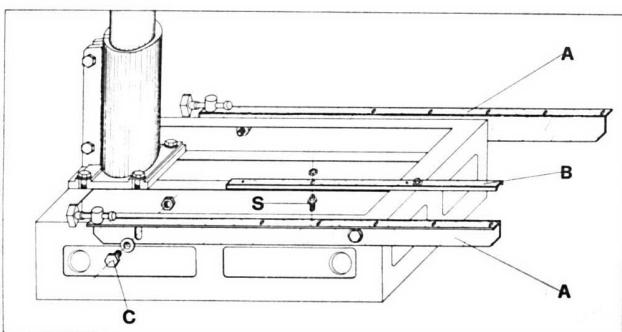

Fig. 2
1. Fix the support brackets (A) on to the base with screws (C) and relative washers with nuts. Position the screws in the centre of the slots and tighten them just enough to allow the supports to move during the adjusting operation.
2. Mount the central support bracket (B) with relative adjusting pins (S) (Fig. 2).
1. Fissare i supporti (A) sul basamento con le viti (C) e le rispettive rosette con dadi. Posizionare le viti nel centro delle asole, stringere leggermente senza serrare affinché i supporti si possano muovere durante la regolazione.
2. Montare il supporto centrale (B) con i relativi colonnini di regolazione (S) (Fig. 2).